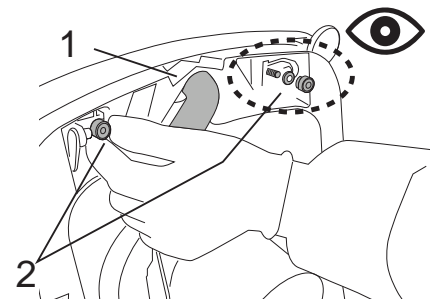

Fig.39
- Desengate o tubo de aspiração do squeegee (Fig.39-Ref.1).
- Desaperte os botões (Fig.39-Ref.2).